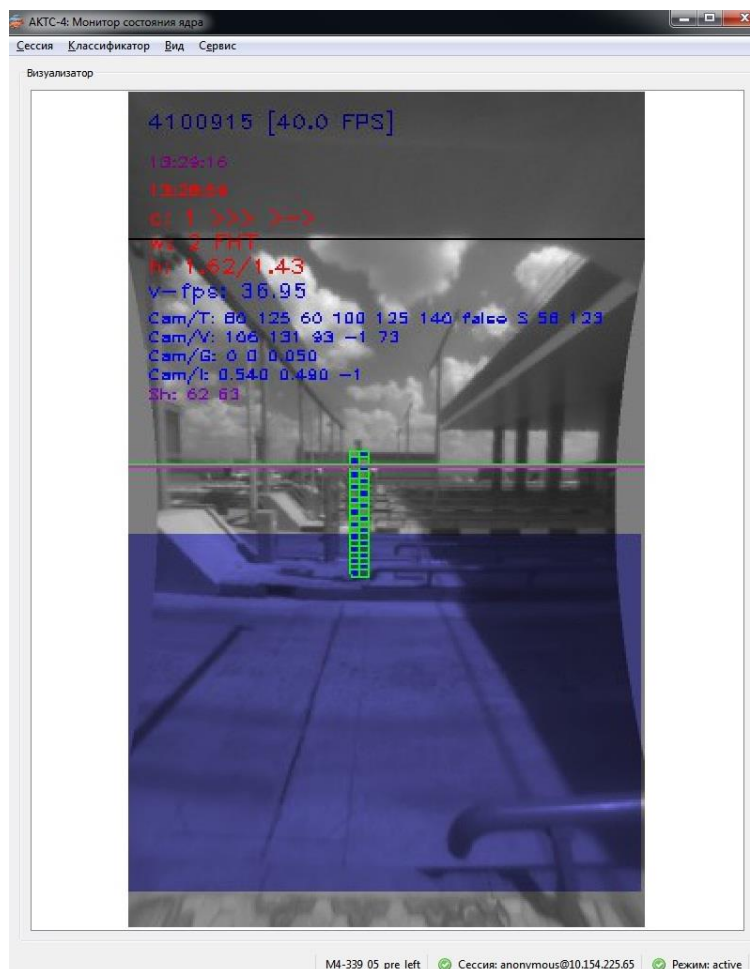

Рисунок 18. Контроль правильности настройки геометрии
- 6) прямоугольник настройки светло-зеленого цвета и в точности повторяет границы щита (рис. 18).